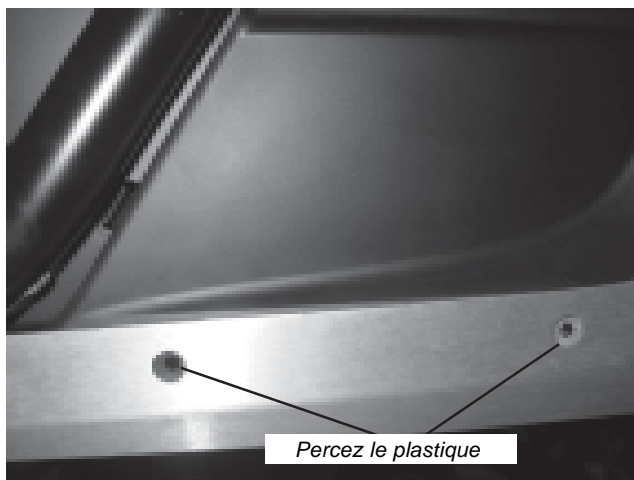

Figure 8
12. Posez un écrou en U M6 (B3) sur les plaques d'appui (A6). Installez des plaques d'appui (A6) des deux côtés. Effectuez l'installation sur le côté gauche en retirant le siège du conducteur pour accéder à l'endos du panneau. Effectuez l'installation sur le côté droit en retirant le siège passager et le panneau pour accéder à l'arrière du panneau. **(Figure 8)**